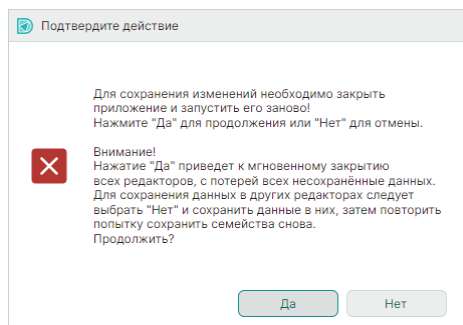

Рис. 35 Подтверждение действия
5. Выполните перезагрузку Delta Design, подтвердив действие с помощью кнопки «Да» в информационном окне, см. Рис. 35.